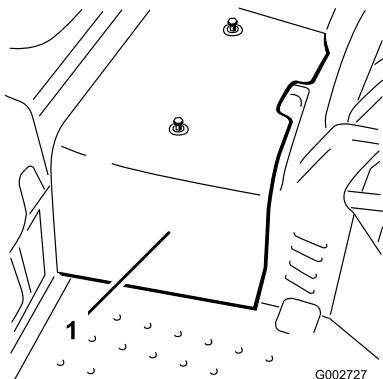

Figura 39
2. Retire las 2 tuercas que fijan la cubierta central a la máquina y retire la cubierta (Figura 39).